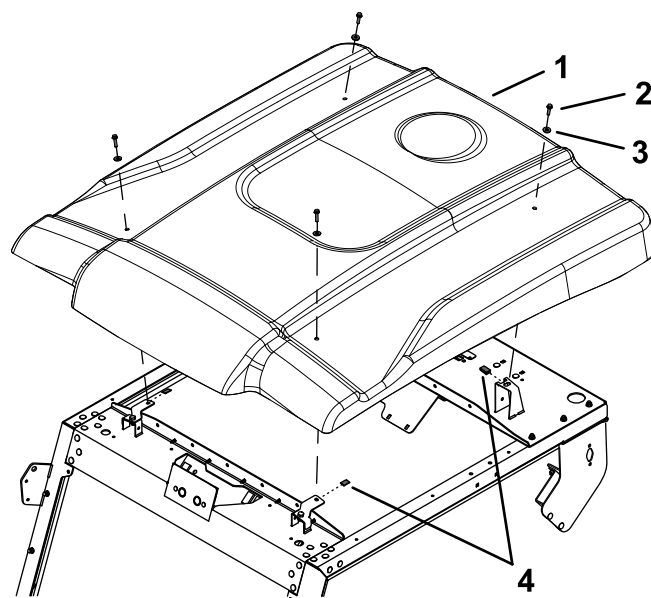

Figure 10
5. Fixez le pare-soleil au cadre à l'aide de 4 boulons à embase hexagonale (1/4" x 1"), 4 rondelles d'étanchéité et 4 clips (Figure 10).